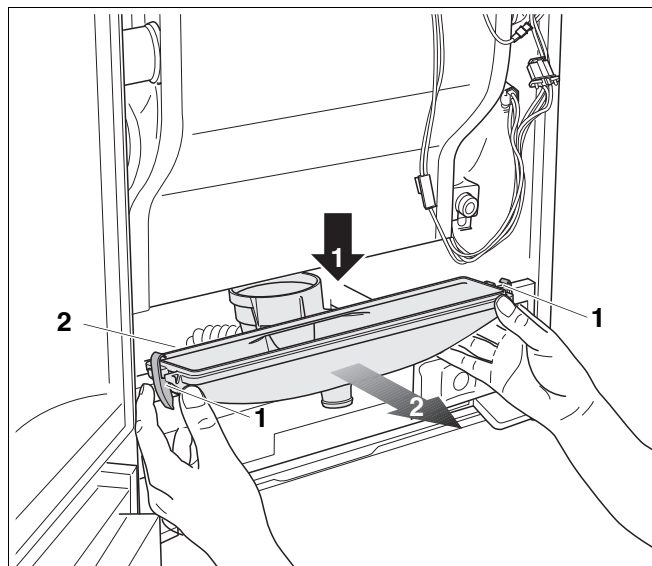

Рис. 111 Снятие ванны для конденсата
- Открыть 2 зажима слева и справа внизу на ванне для конденсата (рис. 111, поз. 1).
- Потянуть ванну для конденсата вниз (рис. 111, шаг 1) и извлечь вперед (рис. 111, шаг 2).
- Проверить уплотнение между ванной для конденсата и теплообменником (рис. 111, поз. 2) на наличие повреждений и при необходимости заменить.